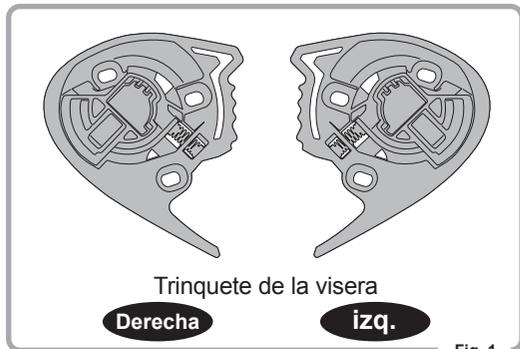

Fig. 1
1. Compruebe el lado del trinquete de la visera (Fig. 1).